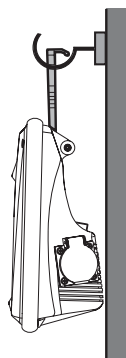

Fig. 9
3.1.3.1 Colgada del gancho hacia abajo (véase la fig. 9).